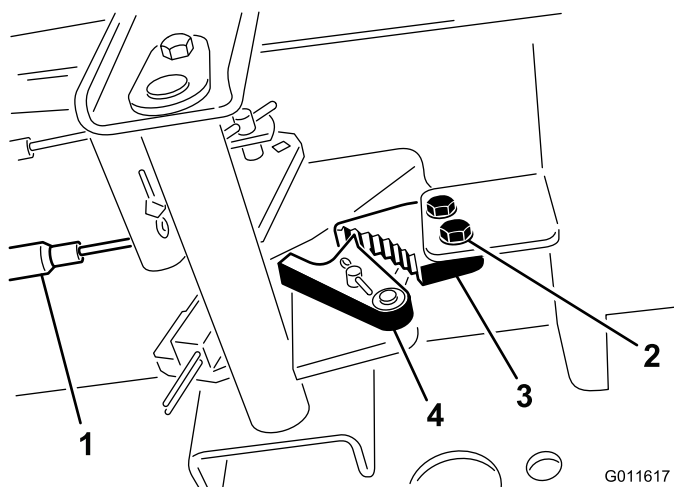

Bild 68
1. Lösen Sie die zwei Schrauben, mit denen die Sperre der Feststellbremse am Rahmen befestigt ist (**Bild 68**).
2. Drücken Sie das Pedal der Feststellbremse nach vorne, bis die Bremsenarretierung ganz an der Bremssperre greift (**Bild 68**).